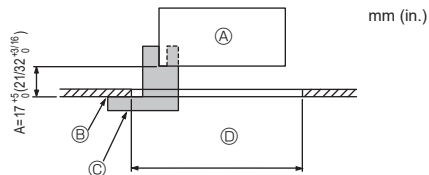
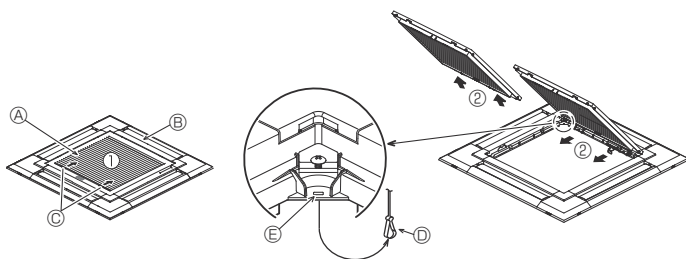

Fig. 9-2
Fig. 9-3
①	Dimensiones de la rejilla	1	950 × 950 (mm), 37-3/8 × 37-3/8 (in.)
②	Calibre de instalación	1	(Dividido en 4 partes)
③	Tornillo (4 × 16)	1	para PLA-AE-NL
④	Panel angular del i-see Sensor	1	para PLA-AE-NL
9.2. Preparación para conectar la rejilla (Fig. 9-2)
• Con el calibre ② que se entrega con este equipo, ajuste y compruebe la posición de la unidad principal en relación con la superficie del techo. Si la unidad principal no está colocada en el techo de forma adecuada, podrían producirse escapes de aire o generarse condensación.
- ① Unidad principal
- ② Superficial del techo
- ③ Calibre de instalación ② (insertado en la unidad principal)
- ④ Dimensiones de apertura del techo
9.2.1. Extracción de la rejilla de admisión (Fig. 9-3)
• Deslice las palancas en la dirección indicada mediante la flecha ① para abrir la rejilla de admisión.
• Con la rejilla de admisión en posición "abierta", extraiga la bisagra de la rejilla de admisión de la rejilla tal y como se indica mediante la flecha ②.
[Fig. 9-3] [Fig. 9-4]